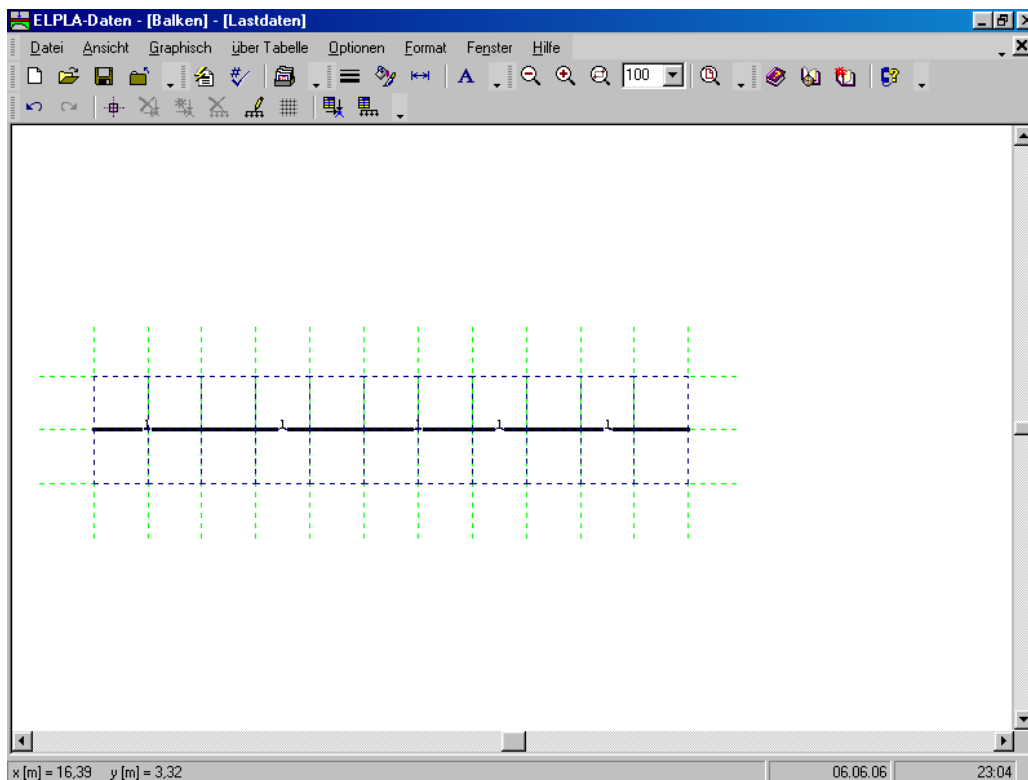
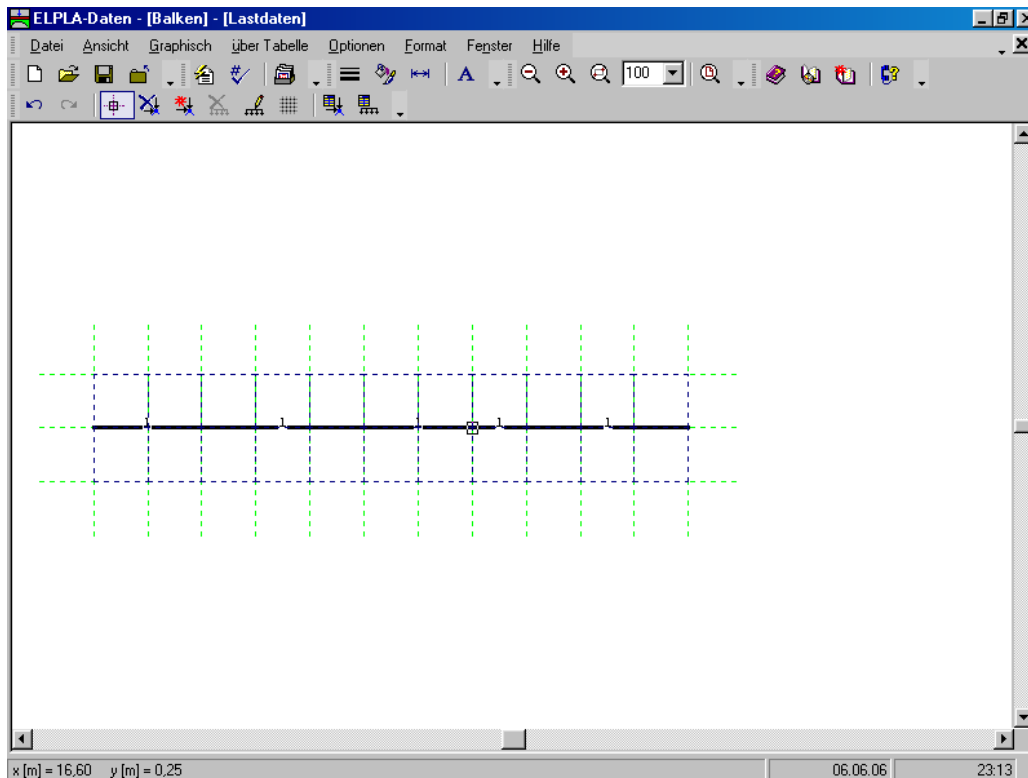

Bild 8-27 Eingebettetes Programm "Lastdaten"
Bild 8-28 Markierung des belasteten Knotens
- Wählen Sie den Befehl "Lastdaten" aus dem "Daten"-Menü des *ELPLA-Daten*-Fensters. Das folgende eingebettete Programm (Bild 8-27) mit den Stäben auf dem Netz erscheint
- Wählen Sie "Knoten markieren" aus dem Menü "Graphisch" im Bild 8-27. Dabei wechselt der Cursor von einem Pfeil zu einem Kreuz. Markieren Sie den Knoten, der belastet wird, wie im Bild 8-28 gezeigt